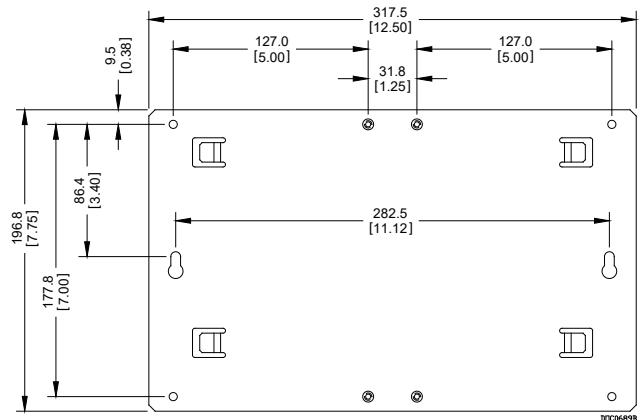

*Figura 4. Dimensioni dell'FB107 e del rack di espansione*
- Unità principale e rack di espansione. Posizionare l'unità principale sulla piastra di montaggio dell'alloggiamento e individuare i fori di montaggio sulla piastra usando l'FB107 come una matrice. Per le dimensioni dell'unità principale con rack di espansione, vedere la *Figura 4*. Forare e maschiare fori di montaggio nella piastra con un maschiatore 8-32 UNC. Posizionare l'unità principale sulle posizioni maschiate e fissarla alla piastra con le quattro viti 8-32 UNC x 1,00" fornite. Non serrare completamente. Installare il rack di espansione nell'unità principale e, tenendolo in posizione, contrassegnare le posizioni dei fori di montaggio del rack. Rimuovere con cautela il rack di espansione, quindi forare e maschiare i fori di montaggio nella piastra con un maschiatore 8-32 UNC. Installare il rack di espansione nell'unità principale e fissarlo alla piastra con le quattro viti 8-32 UNC x 1,00" fornite. Serrare le otto viti di montaggio a circa 1,1 - 1,4 N·m.